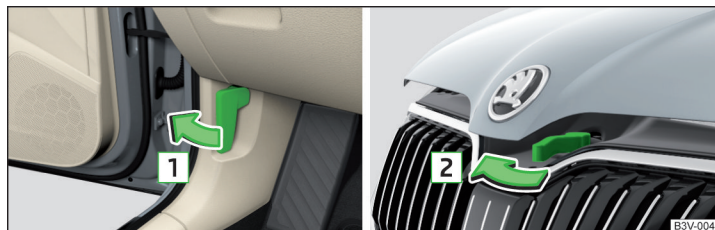

Abb. 216 Motorraumklappe öffnen
- Die Fahrertür öffnen und am Entriegelungshebel unterhalb der Schalttafel in Pfeilrichtung **1** ziehen » Abb. 216.